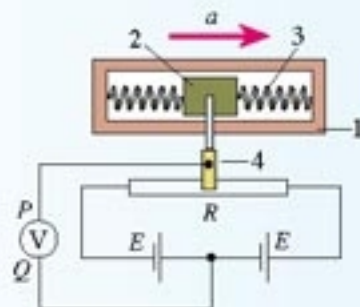

图6.2-11 自制加速度计
2. 某同学设计了一个加速度计，如图6.2-11所示。具有一定质量的滑块2可以在光滑的框架1中平移，滑块两侧用弹簧3拉着； $R$ 为滑动变阻器，4是滑动片，它与电阻器任一端间的电阻值都与它到这端的距离成正比。这个装置实际上是一个加速度传感器。